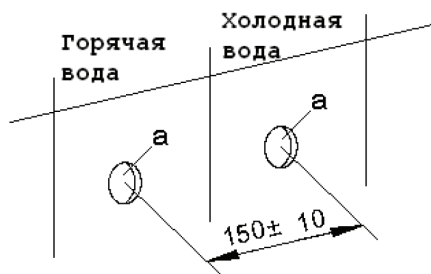

Рис. 4
1. Выводы горячей и холодной воды (а) с G1/2 внутренней резьбой должна быть с расстоянием между центрами 150 ± 10 мм, убедитесь, что центральная линия расположена строго горизонтально и вертикально к стене. Левый вывод – труба с горячей водой, правый вывод – труба с холодной водой (рис.4)